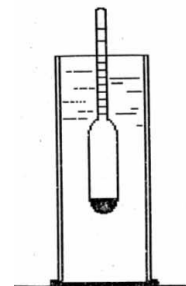

Рисунок 5 –
2. Обережно занурити ареометр у розчин H_2SO_4 . Підібрати такий ареометр, для якого рівень рідини знаходиться в межах шкали ареометра (рис. 5). При цьому ареометр не повинний торкатися стінок циліндра.